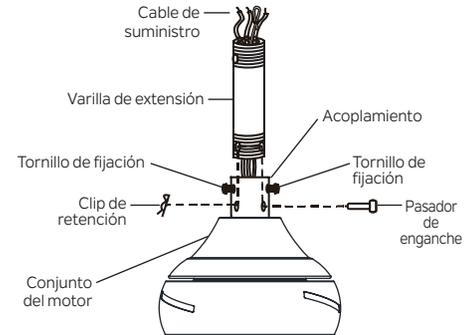

Figura 7
Paso 4. Afloje los dos tornillos de fijación (no los retire) en el acoplamiento de la parte superior del conjunto del motor. (Figura 7)
Paso 5. Introduzca con cuidado los cables conductores eléctricos y el cable de seguridad del acoplamiento en la parte superior del conjunto del motor hacia arriba a través de la varilla de extensión. Enrosque la varilla de extensión en el acoplamiento de la parte superior del conjunto del motor hasta que los orificios del pasador de enganche en la varilla de extensión y los orificios del pasador de enganche en el acoplamiento estén alineados. (Figura 7)
Paso 6. Inserte con cuidado el pasador de enganche a través de los orificios del acoplamiento y la varilla de extensión. (Figura 7)
Inserte el clip de retención a través del orificio cerca del extremo del pasador de enganche hasta que encaje en su posición de bloqueo. (Figura 7)
Paso 7. Apriete firmemente los dos tornillos de fijación en el acoplamiento de la parte superior del conjunto del motor. (Figura 7)